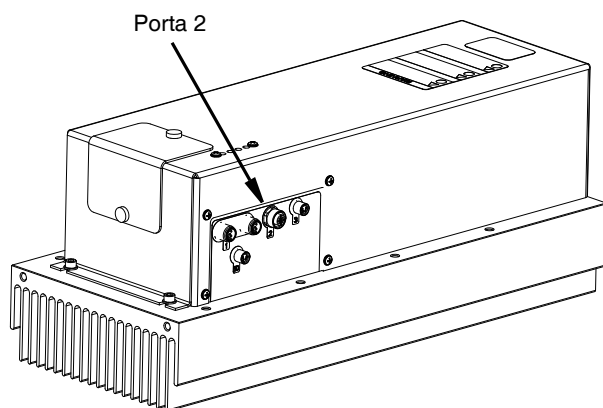

FIG. 8
3. Ligue a linha de ar rotulada «Closed» do Kit de Interface de Válvulas de distribuição (porta 2 no MCM) à linha de ar na Válvula de Mistura Dinâmica Voltex rotulada «Closed». Consulte a FIG. 8.